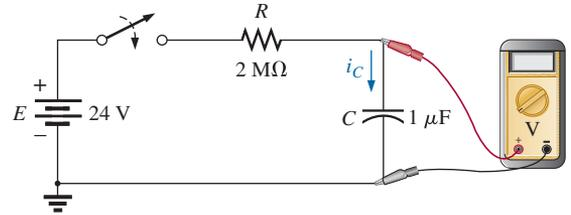

Figura 10.114 Problema 43.
43. Para o sistema na Figura 10.114, usando um DMM com uma resistência interna de 10 MΩ no modo de voltímetro: